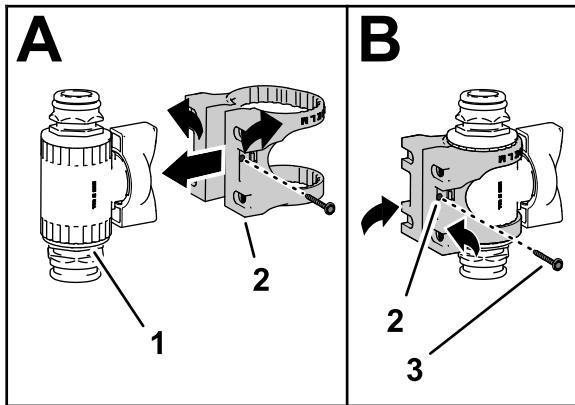

Figura 27
4. Monte el soporte de la válvula en una válvula de control recta, como se muestra en la Figura 27, A.
5. Sujete el soporte de la válvula a la válvula de control con el tornillo con arandela prensada (N.º 6), y apriete el tornillo a mano (Figura 27, B).